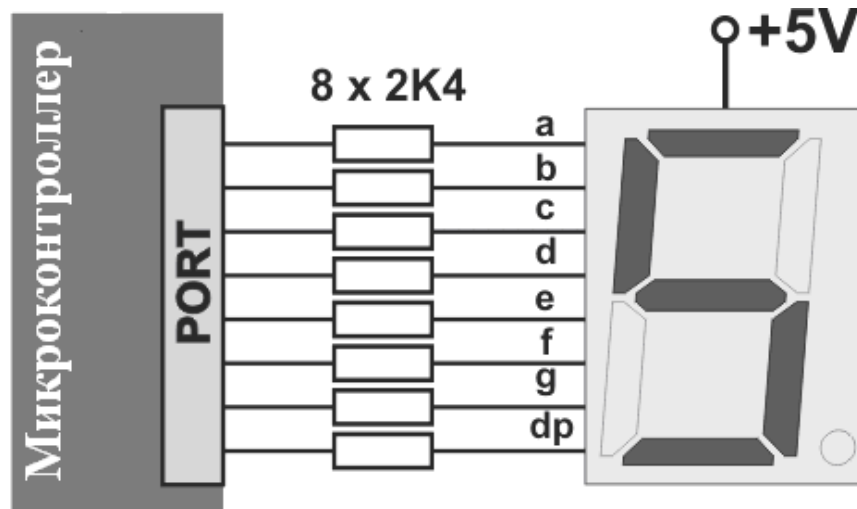

Рис. 2. Схема подключения семисегментного индикатора к порту микроконтроллера
2. Напишите управляющее слово, которое соответствует работе индикатора, как показано на рис. 2.